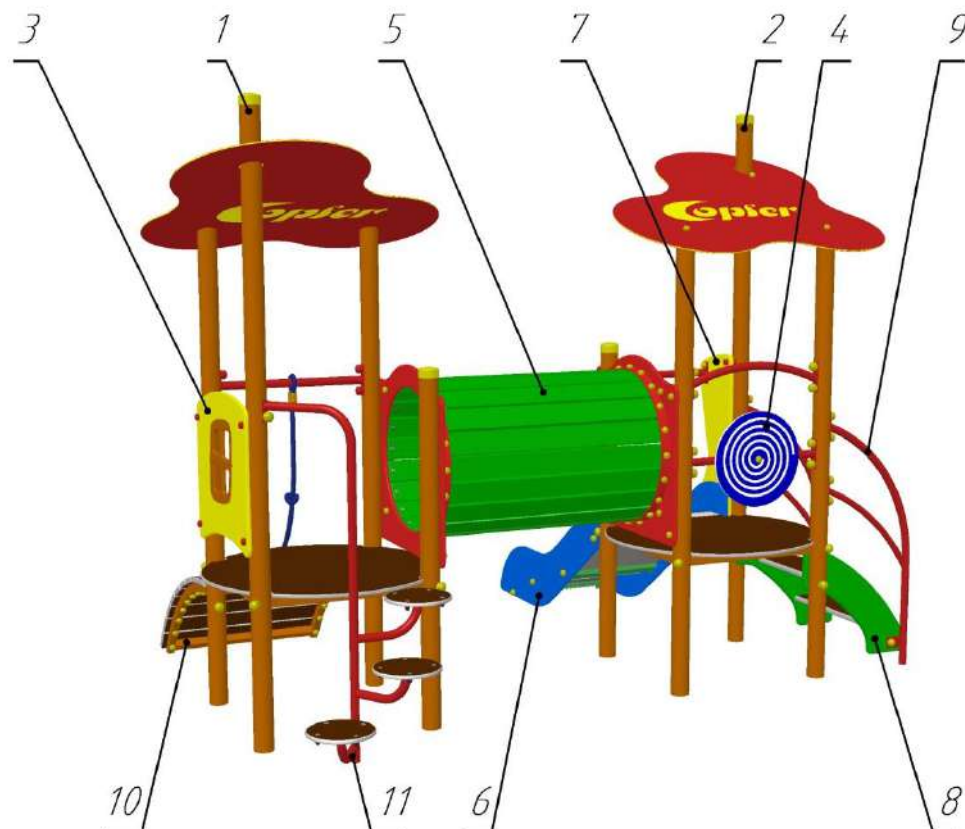

Рис.1 Общий вид детского игрового комплекса РТР 16-05А
4.1. Игровой комплекс РТР 16-05А (см. рис.1) представляет собой модульную конструкцию и состоит из двух башен **1** и **2** с крышами (высота площадок 600мм), оснащенных защитными ограждениями – окошком **3** и вращающимся диском **4**. Башни соединены тубусом **5**. По сторонам башен смонтированы горка **6** с защитной секцией **7**, лестница **8** с перилами **9**, дуговой мостик **10**, оснащенный канатом, и шест с круглыми ступеньками **11**.